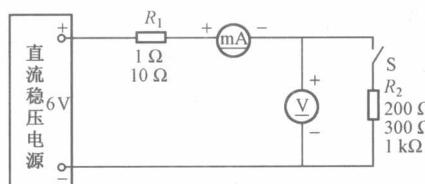

图 1.2.1 实验 1 电路
- ① 在实验板上按照图 1.2.1 连接好电路。
- ② 当 S 断开时，读出电流表和电压表的数值，并记录入表 1.2.1 和表 1.2.2 中。
- ③ 当 S 闭合时，分别接入负载电阻 200Ω 、 300Ω 、 $1k\Omega$ ，在 $R_1=1\Omega$ 和 $R_1=10\Omega$ 两种情况下读出三种不同负载电阻对应的电流表和电压表的数值，分别记录入表 1.2.1 和表 1.2.2 中。